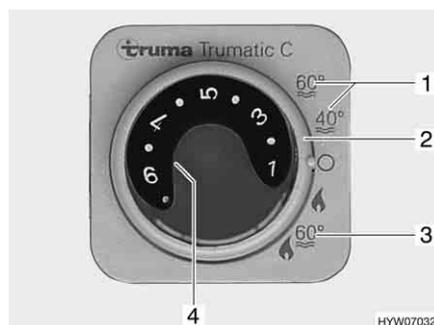

Fig. 40 Centralina di controllo per riscaldamento/boiler
Il boiler è integrato nel riscaldamento e funziona a gas. Il boiler si accende dalla centralina di controllo (Fig. 40) con l'interruttore girevole (Fig. 40,2).
Durante il funzionamento invernale "Riscaldamento e boiler" (Fig. 40,3), accendendo il riscaldamento è riscaldata automaticamente a 60 °C anche l'acqua nel boiler. Quando il riscaldamento si spegne al raggiungimento della temperatura ambiente desiderata, il boiler continua a riscaldare l'acqua, fino a quando questa raggiunge la temperatura impostata.
Durante il funzionamento estivo (Fig. 40,1) l'acqua è riscaldata soltanto nel boiler fino a 40 °C o 60 °C. L'acqua si riscalda a 60 °C in ca.1 ora. La luce spia gialla (Fig. 40,4) si accende durante la fase di riscaldamento del boiler.
- Sulla centralina di controllo (Fig. 40) posizionare l'interruttore girevole (Fig. 40,2) su "Funzionamento estivo" (Fig. 40,1).
La luce spia gialla (Fig. 40,4) si accende durante la fase di riscaldamento. Al raggiungimento della temperatura dell'acqua desiderata, la fase di riscaldamento termina e la luce spia gialla si spegne.
- Sulla centralina di controllo (Fig. 40) posizionare l'interruttore girevole (Fig. 40,2) su "Spento".